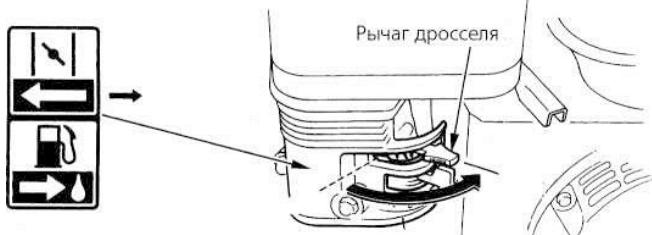

Рис.19
1. Установите желаемые обороты холостого хода двигателя с помощью рычага управления дроссельной заслонкой (см. рис. 19).